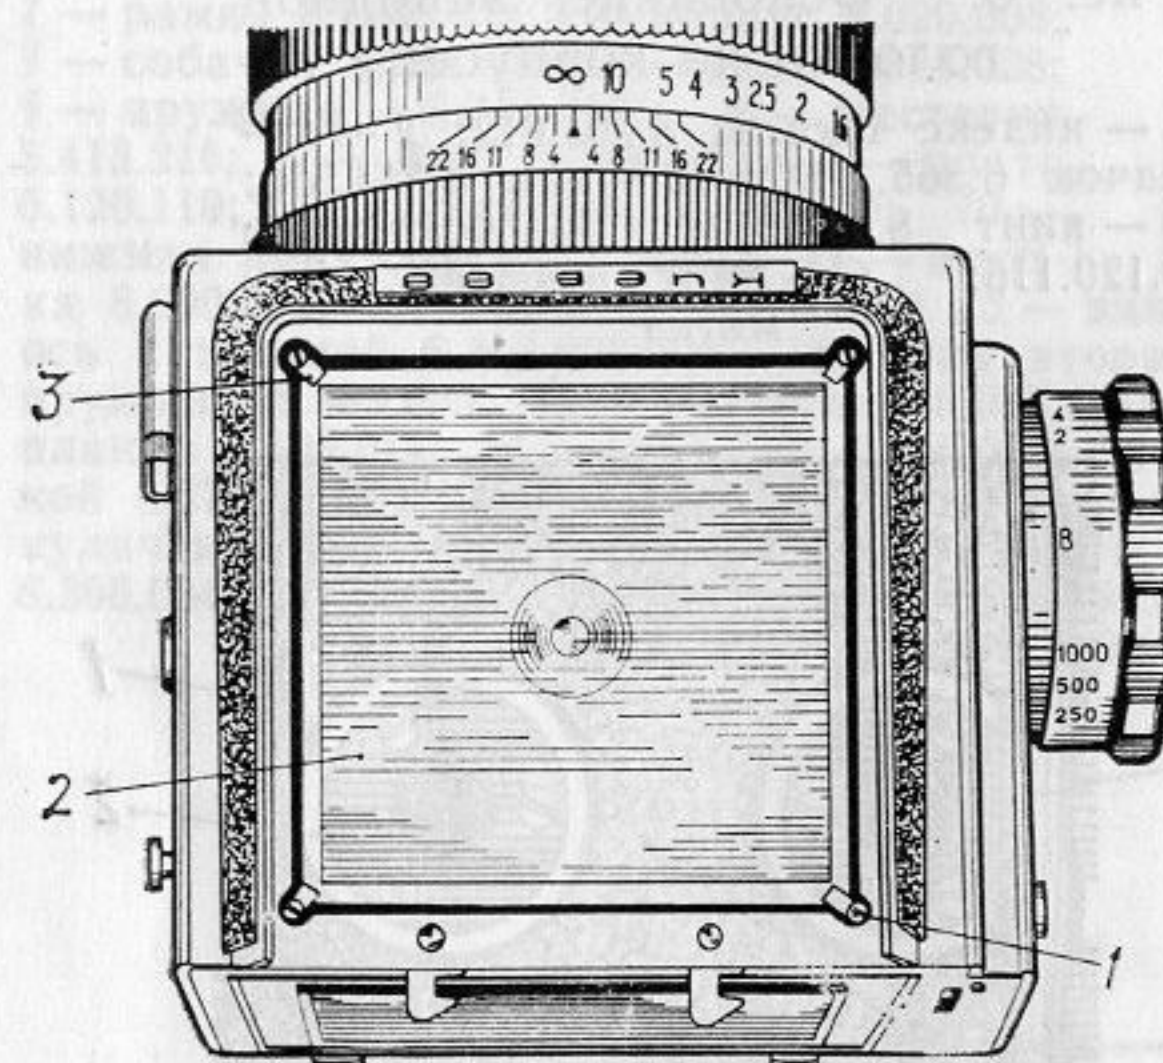

Рис. 3. Фотокамера КИЕВ 88 (вид первый):
8.11. Почистить оптические детали визирного устройства 2 (рис. 3) с двух наружных сторон. Установить визирное устройство в рамку камеры линзой Френеля вниз на регулировочные винты и закрепить четырьмя накладками 3 с винтами 1.
8.12. Установить на камеру объектив 2. Установить камеру на прибор КЮ-761М и закрепить. Открыть полностью диафрагму объектива, установить шкалу расстояний на «бесконечность» (∞). Взвести затвор на выдержке «В». Изображение мира прибора на матовом стекле визирного устройства должно быть резким (четким) и находиться в центре поля зрения. Установить приспособление $\frac{\text{ЗФК}}{\text{с603}} = \text{КЮ-226сб}$ с матовым стеклом в кадровое окно камеры, открыть кадровое окно спуском шторки. Изображение также должно быть резким (четким). Регулировку производить за счет подвижки винтов, находящихся под визирным устройством 2 (рис. 3).